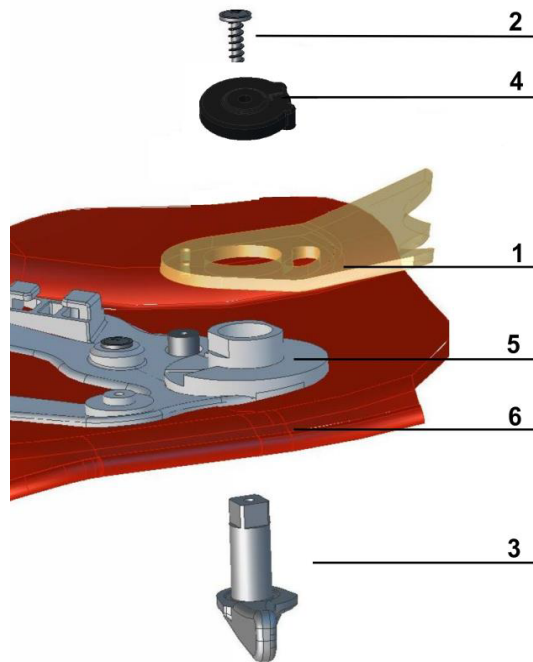

Fig. 17a Sostituzione nel caso di sola visiera
1. Avvitare la vite (voce 2, Fig. 17a) attraverso il foro della cintura di ritenzione fuori dell'asse degli occhiali (voce 3, Fig. 17a).
2. Estrarre l'innesto (voce 4, Fig. 17a) e la visiera danneggiata (voce 1, Fig. 17a).